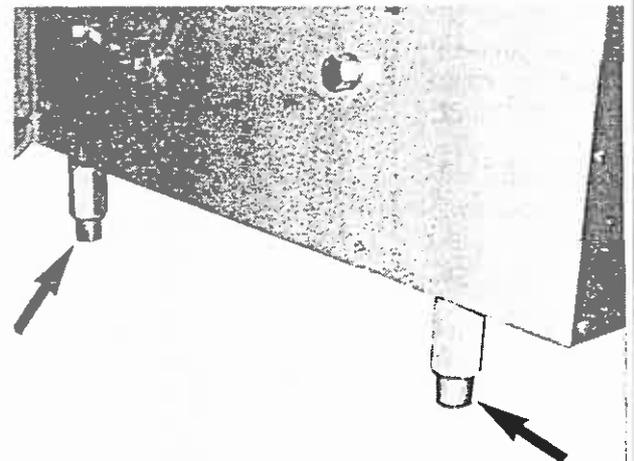

Bild 4
3. Durch Verstellen der Maschinenfüße (Bild 4/ Pfeile) Maschine waagrecht ausrichten. Nach dem Ausrichten Gegenmuttern an den Maschinenfüßen festziehen.